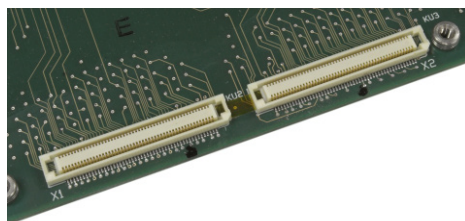
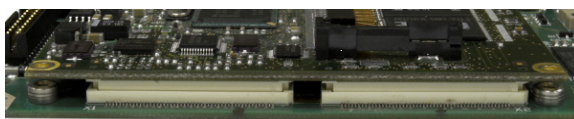

Figura 4-57: Vista ravvicinata dei connettori ETX sulla PCB principale
Figura 4-58: Scheda ETX sui connettori
2. Posizionare la scheda ETX sopra ai connettori. Figura 4-57 mostra due connettori e la Figura 4-58 mostra una vista laterale della scheda appoggiata sui rispettivi connettori.